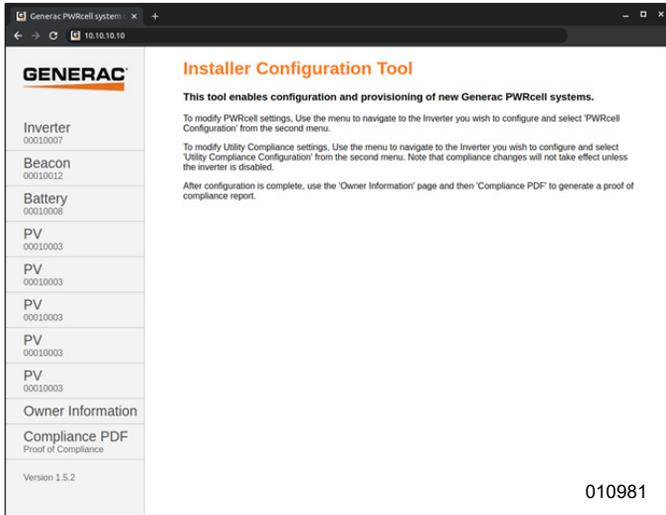

Figura 6-25. Herramienta de configuración del instalador
- Consulte la **Figura 6-25**. Abra un explorador web en un teléfono inteligente o en una computadora portátil e ingrese 10.10.10.10 en la URL del explorador. Aparecerá la herramienta del instalador en el navegador.